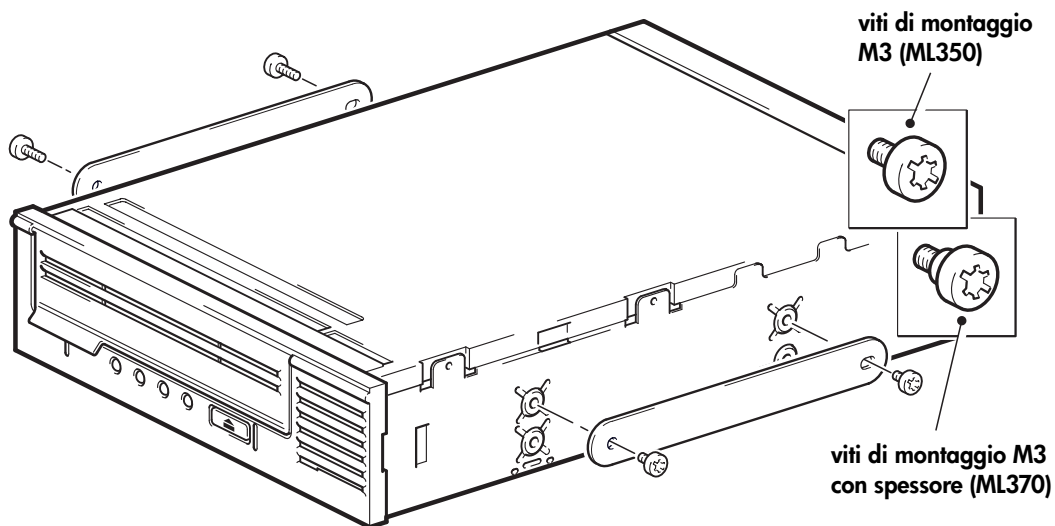

Figura 5b: fissaggio delle viti di montaggio in un tipico server HP ProLiant 350 o 370
- 1 Utilizzare un cacciavite Torx T8 per fissare le viti di questo tipo. Può essere necessario acquistare a parte le viti M3. Posizionare le viti come indicato nella Figura 5b.